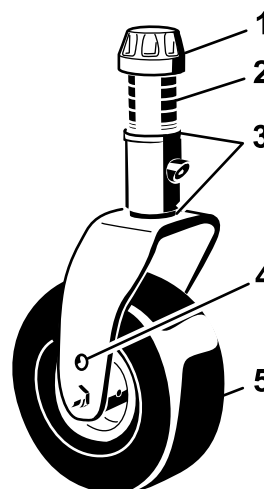
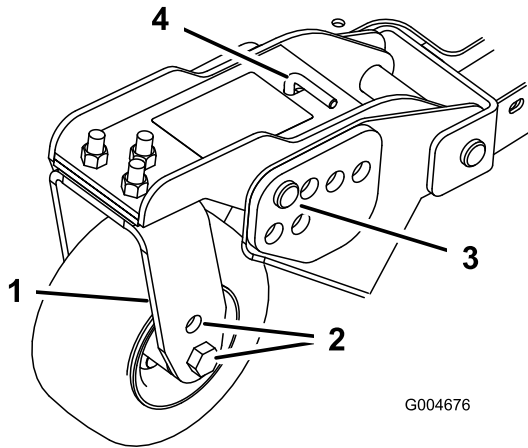
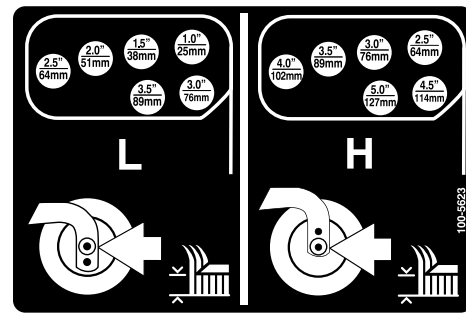

Figura 21
Figura 23
Figura 24
1. Posizionate gli assali delle ruote orientabili negli stessi fori di tutte le forcelle (Figura 21 e Figura 23). Vedere lo schema seguente per stabilire il foro corretto per la regolazione.
2. Togliete il cappuccio di tensione dall'asse del perno (Figura 21) ed estraete il perno dal braccio della ruota orientabile. Montate i due spessori (3 mm) sull'asse dei perni, come erano montati in origine. Questi spessori servono per ottenere un livellamento sull'intera larghezza degli apparati di taglio. Mettete il numero opportuno di distanziali da 13 mm sull'asse del perno, fino ad ottenere l'altezza di taglio richiesta, quindi montate la rondella sul perno.
4. Togliete la coppiglia ed i perni con testa dai bracci di rotazione delle ruote orientabili (Figura 23).
5. Girate il tenditore per alzare o abbassare il braccio di rotazione finché i fori non sono allineati con i fori della staffa dell'altezza di taglio selezionati, nel telaio dell'apparato di taglio (Figura 23 e Figura 24).